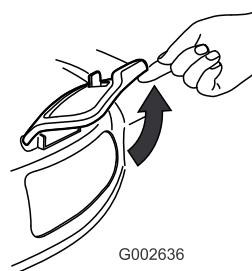

Bild 33
- Öffnen Sie die Seitenauswurfklappe (Bild 33).